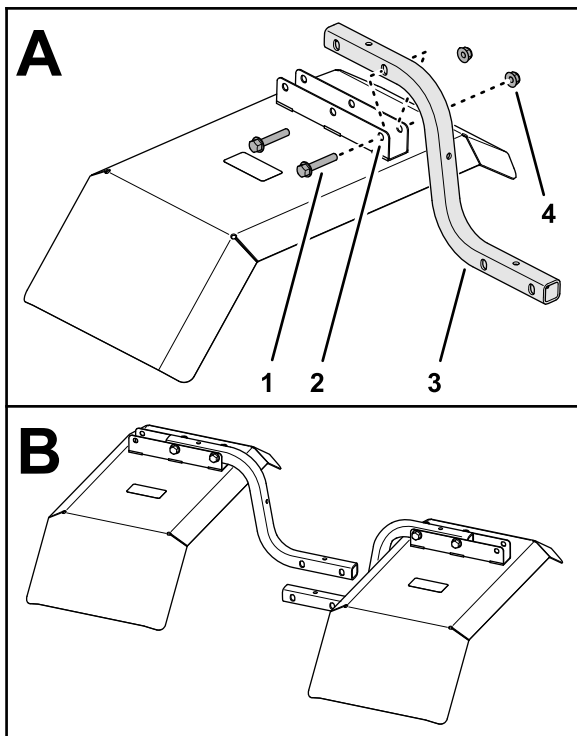

Figure 1
1. Montez le tube de support sur la patte de fixation de l'aile au moyen de 2 vis à embase (5/16" x 1¾") et 2 contre-écrous à embase (5/16"), comme montré à la Figure 1.